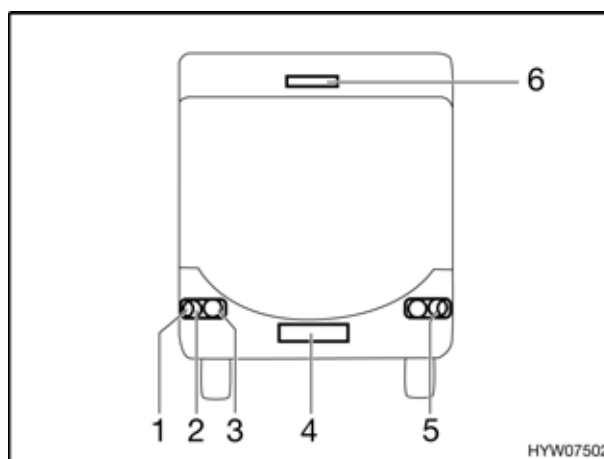
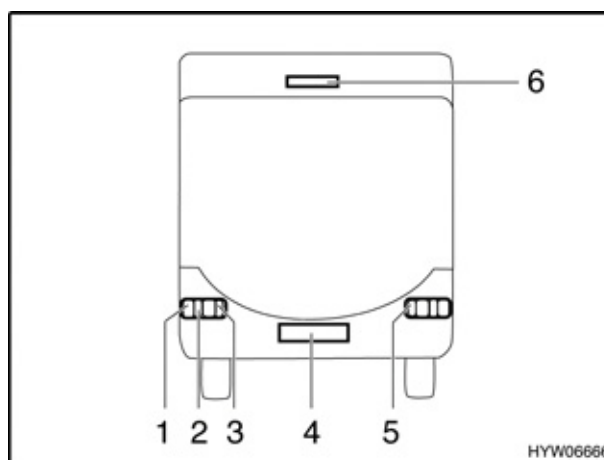

Fig. 186 Luci posteriori (variante 1)
Fig. 187 Luci posteriori (variante 2)
- Svitare le viti degli involucri (Fig. 186,1 a 5 o Fig. 187,1 a 5).
La terza luce freno (Fig. 186,6 o Fig. 187,6) va sostituita assieme al suo involucro.